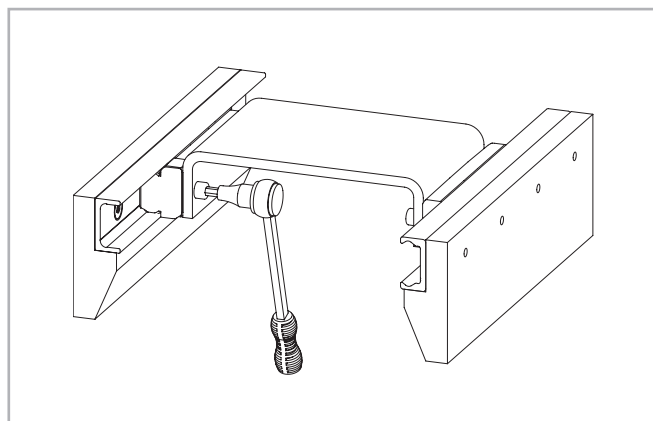
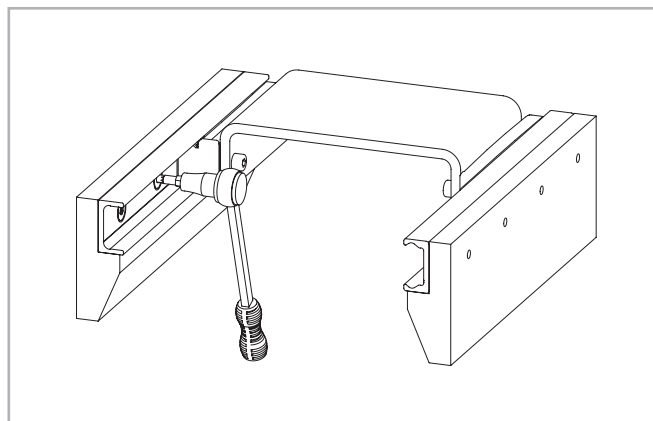

Рис. 168
Рис. 169
(2) Установите вторую направляющую и только слегка затяните крепежные винты.
(3) Смонтируйте каретки и прикрепите к ним, не затягивая крепежные винты окончательно, перемещаемый системой груз (рис. 168).
(4) Установите элемент в центре направляющей и затяните, используйте винты класса прочности 10.9
(5) Затяните с предписанным усилием затяжки винты крепления в средней части направляющих к несущей поверхности (см. Рис. 169).
- (3) Установите на участок стыковки соединительное устройство, и равномерно затяните регулировочные винты до тех пор, пока не будет достигнута точная относительная привodka рабочих поверхностей совмещаемых сегментов составной направляющей (рис. 169).